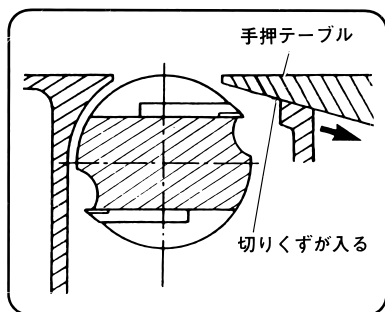

図 53
(5) 手押テーブル摺動部の切りくずを取り除いてください。この場合、切り込みノブ (図 14 参照) をまわし、下限まで下げると効果的です。(図 53)